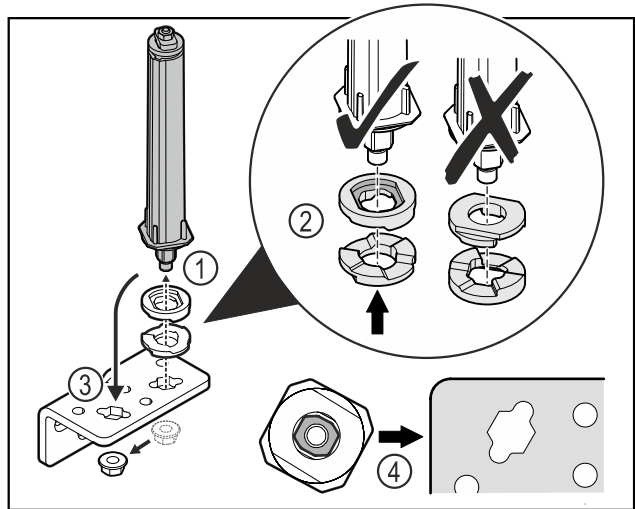

Fig. 38
- ▶ Afloje la tuerca y retire el sistema de cierre Fig. 38 (1).
- ▶ Asegúrese de la correcta alineación de los discos de ajuste de altura Fig. 38 (2).
- ▶ Vuelva a colocar el sistema de cierre de la puerta en el ángulo de las bisagras y fijelo con la tuerca Fig. 38 (3).
- ▶ Al colocarlo, asegúrese de que esté correctamente alineado Fig. 38 (4).